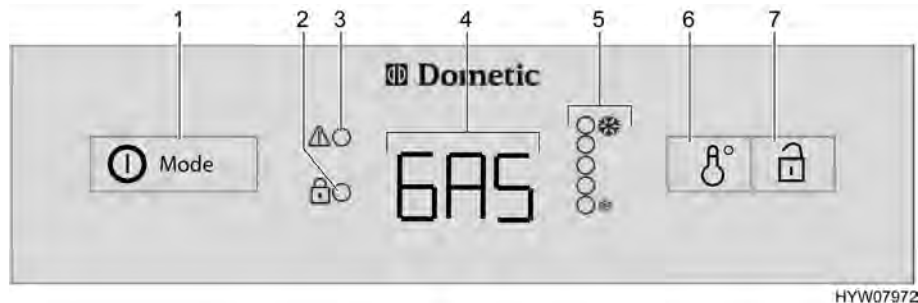

Fig. 192 Elementi di comando per il frigorifero (serie Dometic 8 con AES)
In caso di guasti il relativo indicatore LED "!" (Fig. 192,3) lampeggia.
Se l'alimentazione a 230 V **non** è allacciata e il motore del veicolo è **spento**, il sistema AES seleziona il rifornimento di gas. Selezionando il funzionamento a gas, il dispositivo di sicurezza si apre automaticamente, così che il gas possa fluire al bruciatore. Contemporaneamente si inserisce l'accenditore elettronico. Se la fiamma del gas si spegne, p. es. a causa di un colpo di vento, l'accenditore viene subito azionato riaccendendo il gas. In caso di guasti nel funzionamento a gas, nell'indicazione di funzionamento (Fig. 192,4) lampeggia la scritta "GAS".
Dopo l'accensione il frigorifero seleziona automaticamente la regolazione intermedia del termostato. Questa impostazione può essere modificata manualmente con l'interruttore per la regolazione della temperatura (Fig. 192,6). Gli indicatori LED (Fig. 192,5) visualizzano la temperatura selezionata sul termostato. Con l'interruttore viene regolata la temperatura di refrigerazione per tutti i tre tipi di energia. Ci vogliono alcune ore prima che il frigorifero raggiunga la temperatura normale di esercizio. Cambiando la modalità di funzionamento la regolazione del termostato non viene modificata. La temperatura di refrigerazione è indipendente dal tipo di energia utilizzata.
- Premere l'inseritore/selettore di energia (Fig. 192,1) per 2 secondi, per accendere l'apparecchio. L'ultima modalità di funzionamento prescelta viene visualizzata nell'indicazione di funzionamento (Fig. 192,4).
- Con l'inseritore/selettore di energia (Fig. 192,1) selezionare il tipo di energia.
- Regolare la temperatura di refrigerazione sull'interruttore per la regolazione della temperatura (Fig. 192,6). Gli indicatori LED (Fig. 192,5) visualizzano la regolazione del termostato prescelta.
- Premere l'inseritore/selettore di energia (Fig. 192,1) per 2 secondi. Cancellare tutte le indicazioni.